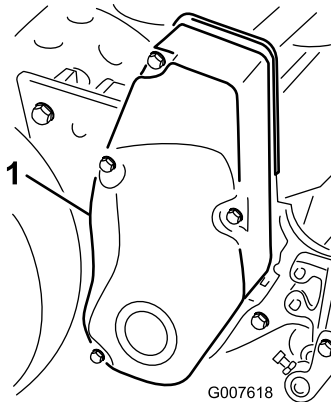

Bild 41
1. Nehmen Sie die Befestigungsschrauben der Riemenabdeckung und die Riemenabdeckung ab, um den Riemen zugänglich zu machen (Bild 41).